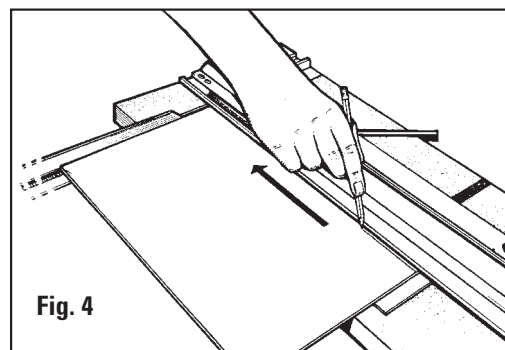

Fig. 4
5. Utilizando un lápiz, dibuje una línea de longitud completa del dorso de la lámina perimétrica. Repita esto para los tres lados restantes. **Fig. 4**
5. Con una matita, tracciare una linea lungo l'intera lunghezza della parte posteriore del cartoncino. Ripetere la procedura per i tre lati rimanenti. **Fig. 4**
- Fig. 4**